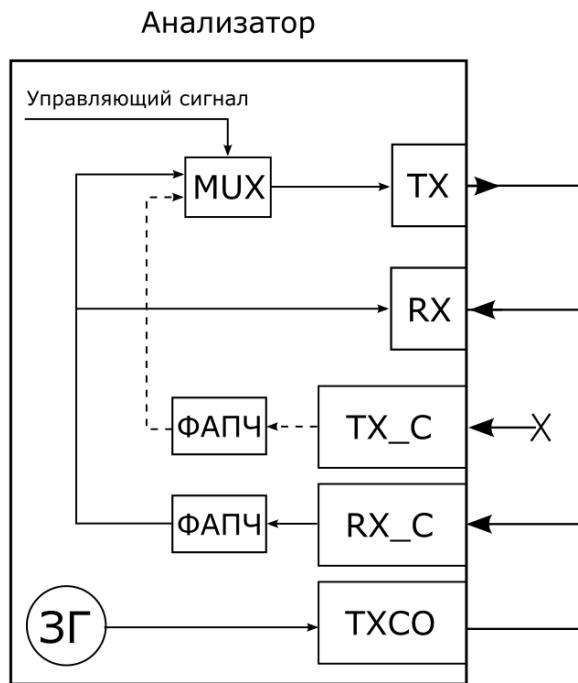

Рисунок 10.2. Режим противонаправленного стыка
Проверка работоспособности анализатора Беркут-ММТ в режиме противонаправленного стыка выполняется в соответствии со схемой, приведённой на рис. 10.2.
**Примечание.** RX\_C — вход внешней синхронизации для приёма (см. рис. 7.3). TXCO — выход синхронизации для проверки режима противонаправленного стыка (см. рис. 10.2). TX\_C — вход внешней синхронизации для передачи (см. рис. 7.3).